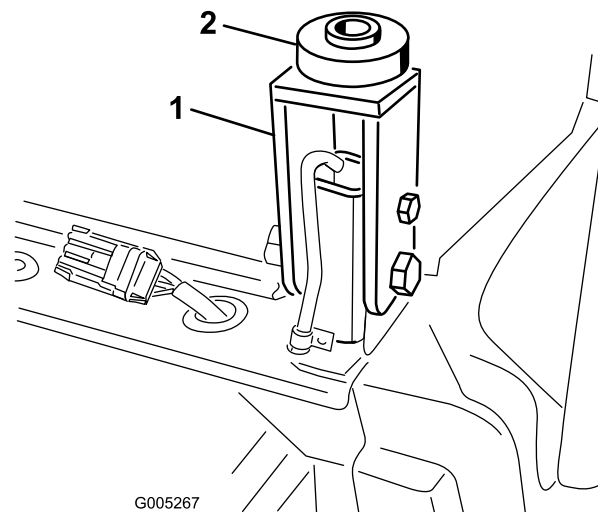

図 112
35. 後側の各取り付け部にゴム製のマウントを挿入する 図 112。